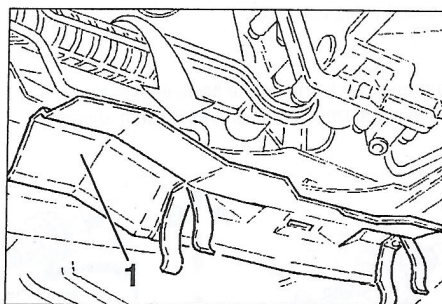

Figura 5-1
- Desmontar la protección (1) de la caja de dirección separando las grapas (figura 5-1).